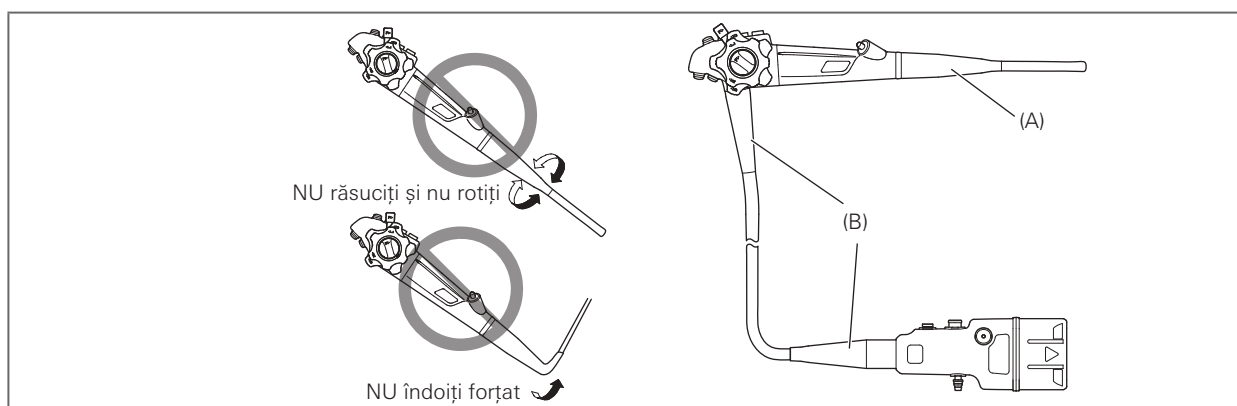

Figura 1.2
- NU răsuciți, rotiți sau îndoiți excesiv niciunul dintre elementele de detensionare [consultați Figurile 1.2 (A) și 1.2 (B) pentru a identifica elementele de detensionare]. Nerespectarea acestei prevederi poate conduce la deteriorarea instrumentului. Acordați o atenție deosebită elementului de detensionare al porțiunii de inserție [consultați Figura 1.2 (A)] al endoscopului deoarece are un diametru mic și se poate deteriora ușor în caz de manipulare greșită.